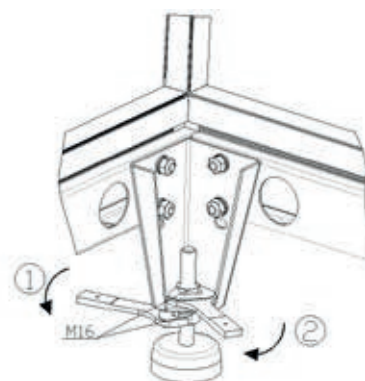

Рис. 13
- Вместо основания центральный кондиционер можно монтировать на винтовых ножках типа ОС IMP Klima с изолятором структурного звука и вибраций. Такие ножки позволяют производить выравнивание до 30 мм (рис. 13).
- Ножки следует монтировать на месте установки. Прикрепите ножки к несущей раме с внутренней стороны болтами M10x20, как показано на рис. 13.
- Для выравнивания ножек в пределах 30 мм используйте ключ для болтов M16. Высоту ножки можно регулировать с помощью нижней гайки (см. рис. 13). Выставив правильный уровень, затяните верхнюю гайку.